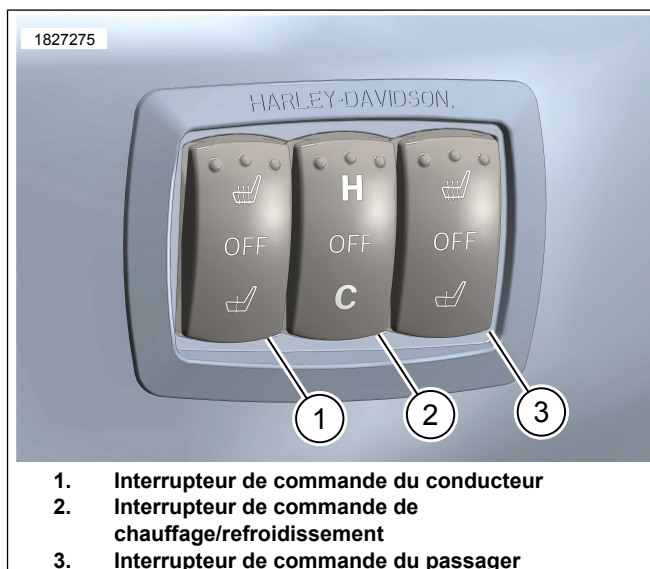

Figure 3. Interrupteurs de commande pour le chauffage/refroidissement de la selle
1. Voir la Figure 3. Commutateurs (1, 3) :
- d. La commande de réglage du conducteur (1) est celle qui est située le plus près de celui-ci lorsqu'il est en position assise.
- e. La commande de réglage du passager (3) est celle qui est située le plus près de celui-ci lorsqu'il est en position assise.
2. Voir la Figure 3. Commutateur (2) :